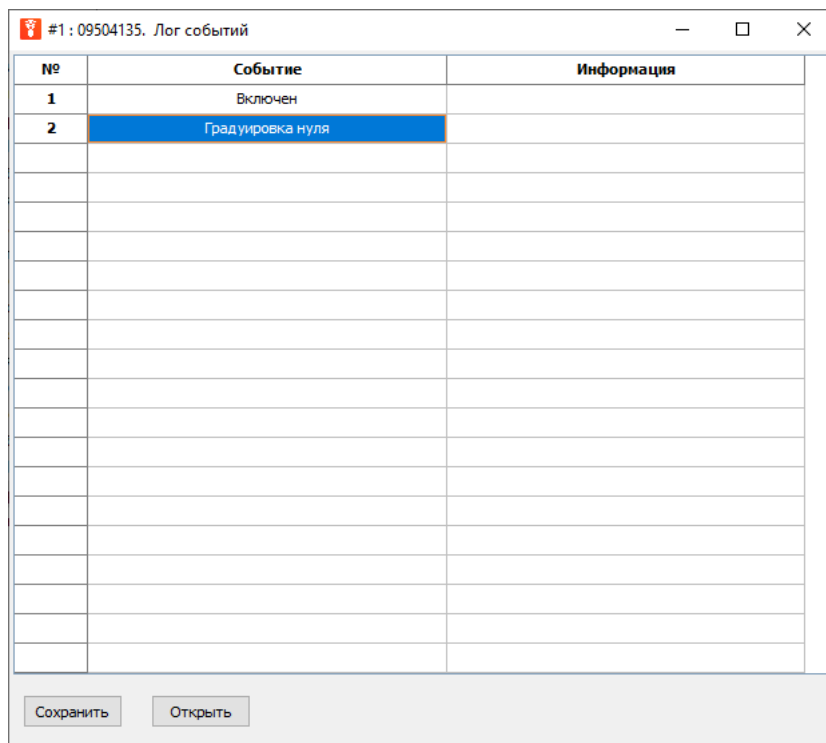

Рисунок 22 – Окно лога событий прибора
- 3) На экране появится окно лога событий прибора (рисунок 22), в нем возможно просмотреть, сохранить или открыть ранее сохраненный лог событий прибора;
- 4) Для открытия ранее сохраненного лога событий необходимо, в окне лога событий прибора (рисунок 22), нажать кнопку «Открыть». В появившемся окне найти на ПК необходимый файл лога формата *.csv и нажать «Открыть» для загрузки данных, либо «Отмена» для отмены действия;
- 5) Для сохранения текущего лога событий прибора необходимо, в окне лога событий прибора (рисунок 22), нажать кнопку «Сохранить». В появившемся окне указать папку для сохранения и задать имя файла. Нажать кнопку «Сохранить» - для подтвер-